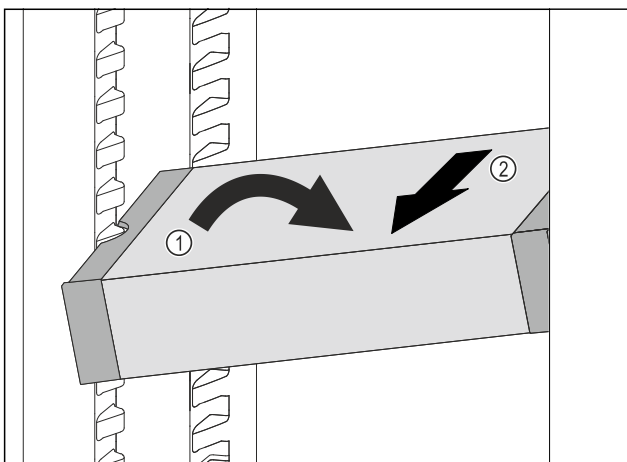

Fig. 96
- ▶ Расположите VarioSafe в холодильном отделении под наклоном. Fig. 96 (1)
- ▶ Извлеките VarioSafe движением вперед. Fig. 96 (2)